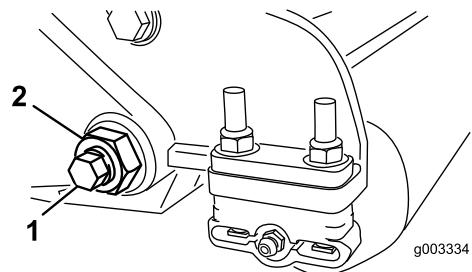

図 35
3. ベッドバー bolt 図 35を固定しているロックナット機体両側をゆるめる。
4. 各ベッドバー bolt を抜いてベッドバーを下に引き抜いてカッティングユニットから外す図 35。